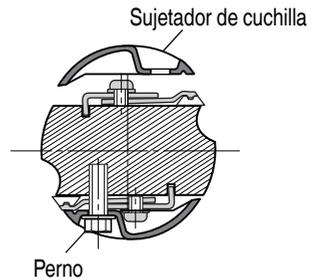

Fig. 25
- (6) Como se muestra en la Fig. 25, coloque el soporte de la cuchilla de carburo en el conjunto completado y apriételo con los tres pernos. Cerciñese de que los pernos hayan quedado firmemente asegurados. Realice los mismos procedimientos desde la cuchilla de carburo del lado opuesto.